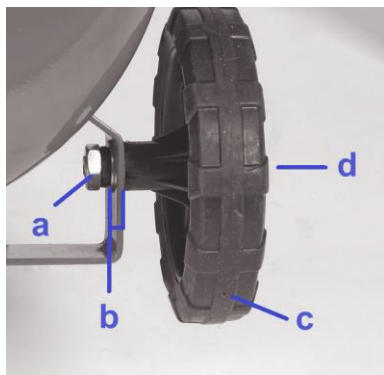

Fig. 2
- Montare la ruota principale come mostrato in Fig. 2.